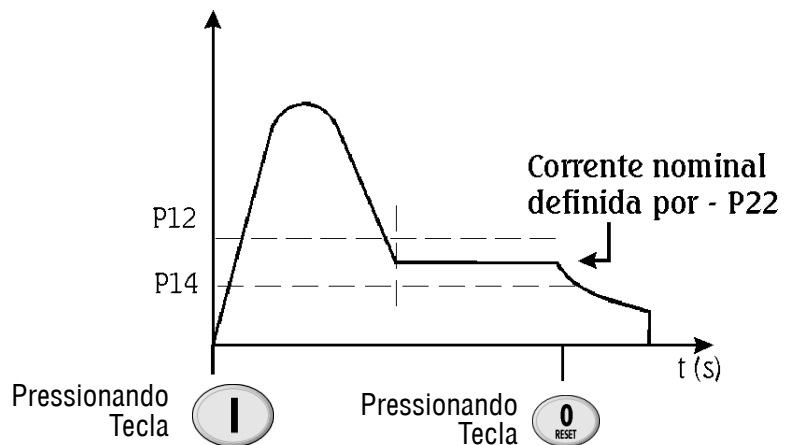

Figura 6.4 - Proteção Sub/sobrecorrente em regime
Ajusta o nível de sobrecorrente instantânea que o motor ou Soft-Starter permite, durante um tempo pré-ajustado em P13, após o qual a chave desliga, indicando E06. Mostrado na figura 6.4.
- Ajusta o nível de subcorrente mínimo que o motor + carga pode operar sem problemas. Esta proteção atua quando a corrente da carga (figura 6.4) cai a um valor inferior ao ajustado em P14 ; e por um tempo igual ou superior ao ajustado em P15, indicando erro E05.